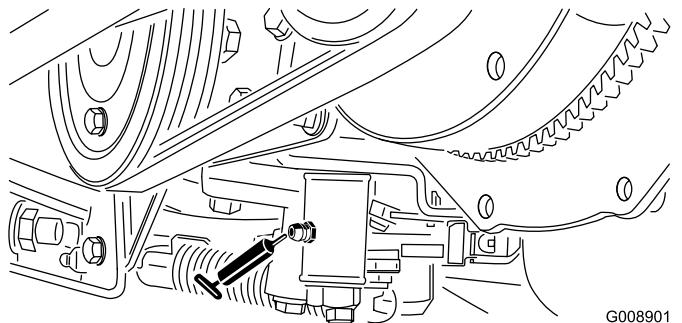

Bild 40
- Neutralenstellungsmechanismus (Bild 40)